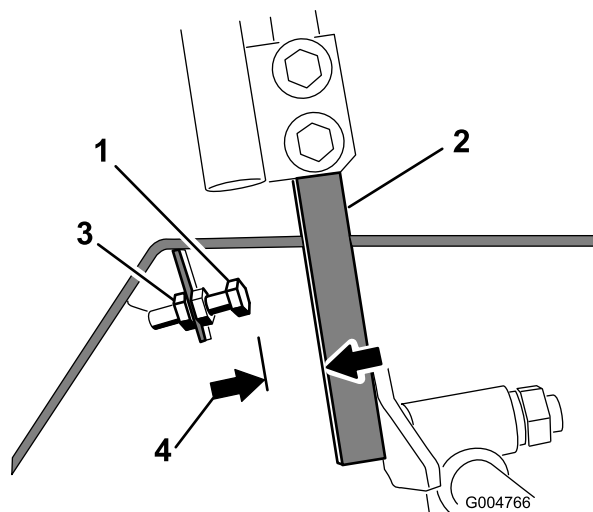

Figure 73
4. Desserrez l'écrou de blocage sur le boulon d'arrêt de l'un des leviers de commande (Figure 73).